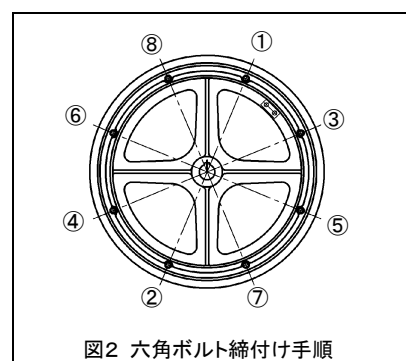

図2 六角ボルト締付け手順
- ⑤ 図2を参考に対角線上で六角ボルトを締付けトルク10 N・m(102kgf・cm)程度で仮締めし、ゴムリングがはみ出していない事を確認後、17.2~27N・m(175~275kgf・cm)で、均等(対角線)に六角ボルトを本締めしてください。
六角ボルトを一箇所ずつ本締めするなど、無理な締め付けをするとひび割れ等の原因になりますので必ず数回に分けて図2の締め付け手順で、締め付けを行ってください。